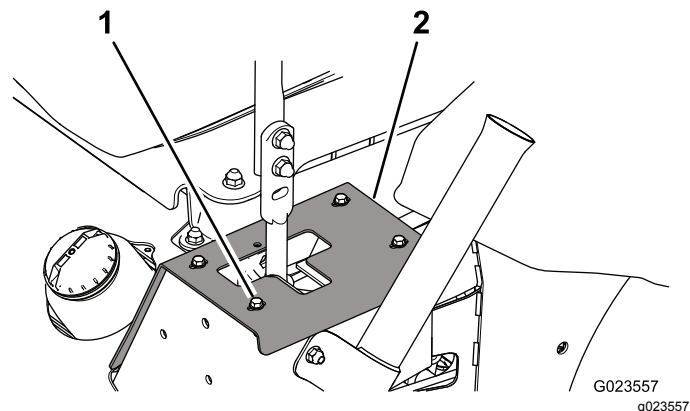

Bild 62
2. Nehmen Sie die Schrauben ab, mit denen die Anschlagplatten am Rahmen befestigt sind, um an die Befestigungsschrauben für den Stoßdämpfer zu gelangen (Bild 62).